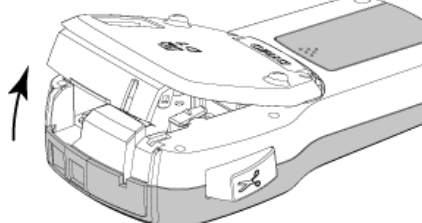

Figure 4
- 1 Soulevez le couvercle de la cassette d'étiquettes pour ouvrir le compartiment à étiquettes. Voir la Figure 4.